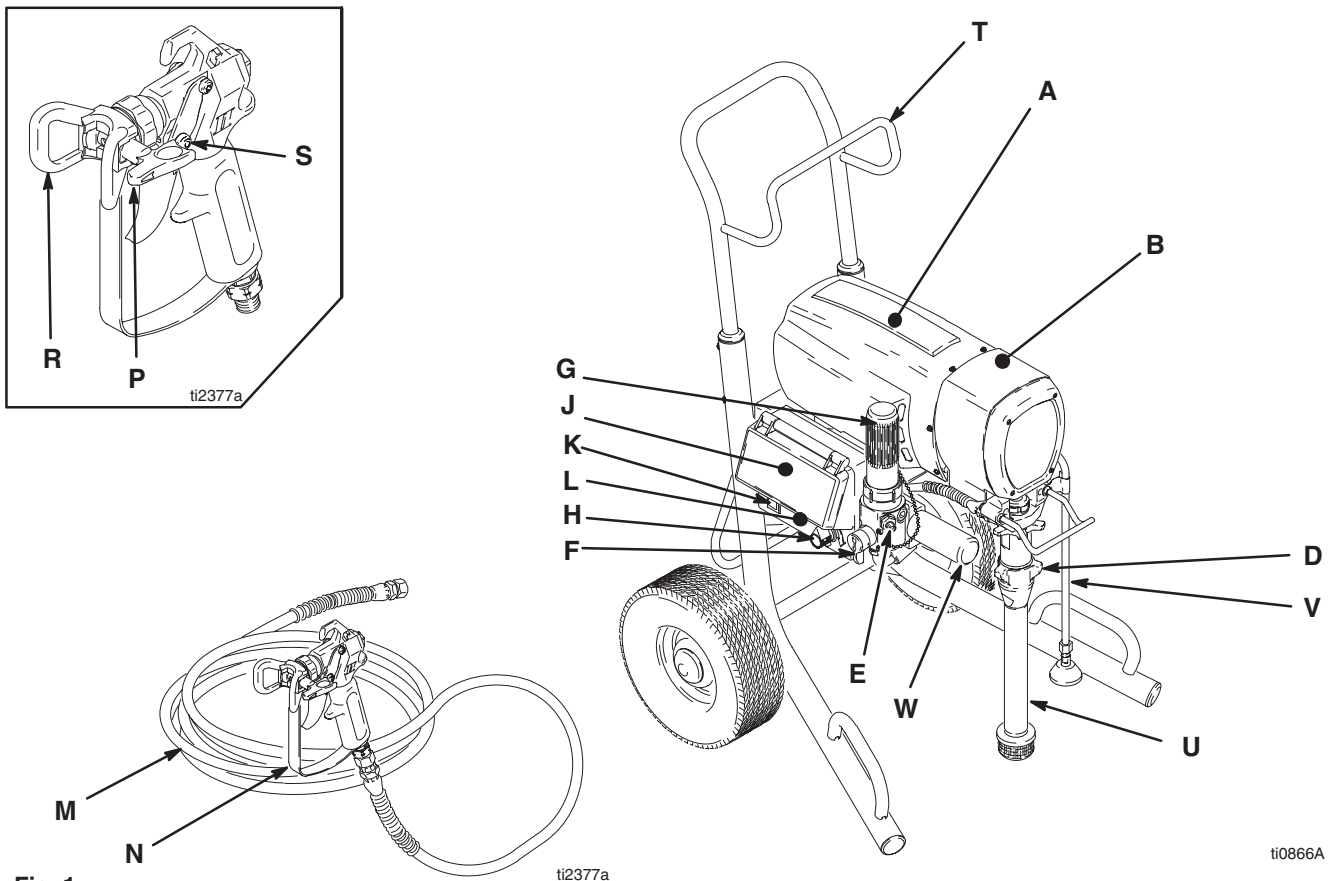

Fig. 1
1. Todos los modelos requieren un enchufe de corriente con toma a tierra para la conexión eléctrica. El circuito debe tener 50/60 Hz con un amperaje nominal igual o mayor que el del pulverizador. Si fuera necesario, coloque el interruptor (L, Fig. 1) en el menor ajuste.